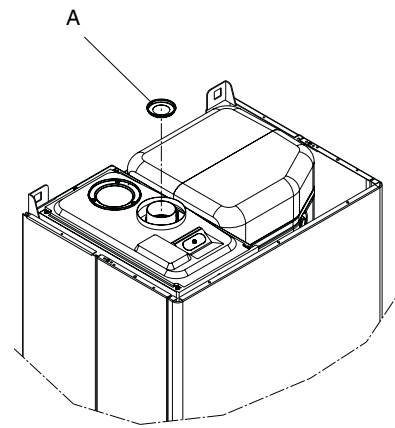

Fig. 3.11
Para la instalación siga las instrucciones suministradas con los Kit. La tabla indica las longitudes rectilíneas admitidas con la brida de aire instalada y sin brida (A) (fig. 3.11).
Para a instalação siga as instruções que acompanham o kit. A tabela apresenta os comprimentos rectilíneos admitidos com flange instalado e sem flange (A) (fig. 3.11).